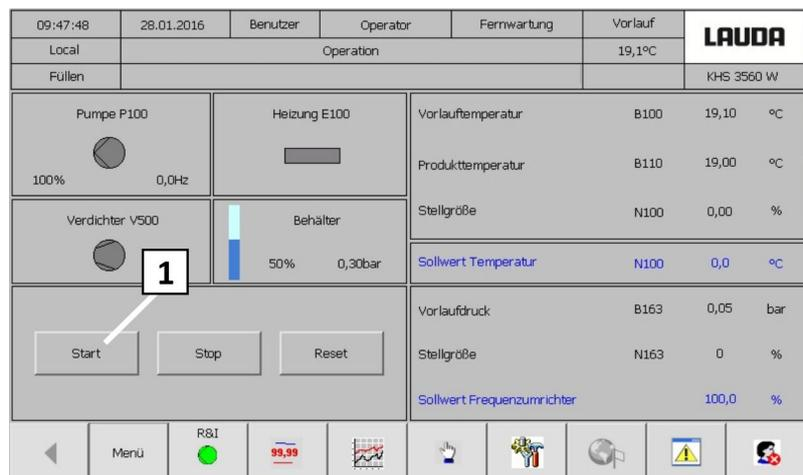

Abb. 36: Bildschirm Betrieb
**29.** Taste Start drücken (Abb. 36 [1]): Pumpe P100 aktiv, entsprechend Sollwertvorgabe Heizen oder Kühlen aktiv